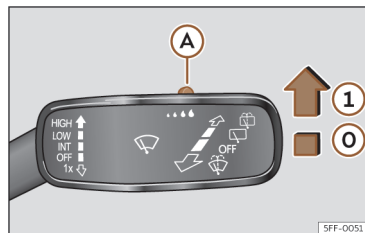

Fig. 81 Levier des essuie-glaces : régler le détecteur de pluie (A).
Poussez le levier dans la position souhaitée >>> **fig. 81.**
- ⑤ Détecteur de pluie désactivé.
- ① Détecteur de pluie activé ; balayage automatique si nécessaire.
Après avoir coupé le contact et l'avoir remis, le capteur de pluie reste activé et reprend sa marche lorsque l'essuie-glace se trouve dans la position >>> **fig. 81 ①** y et que vous circulez à plus de 16 km/h (10 mph).